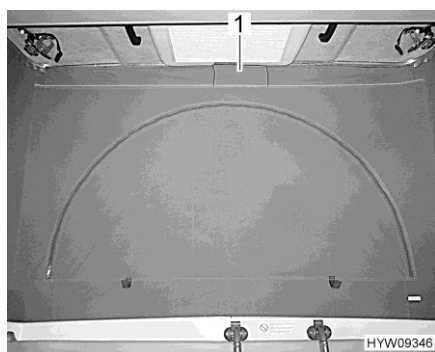

Bild 33 Ventilation (stängt)
- Lossa på tygremmens kardborrband (Bild 33,1) under det uppfällbara taket. Bakom tygremmen finns ett metalltrådsnät som insektsskydd.